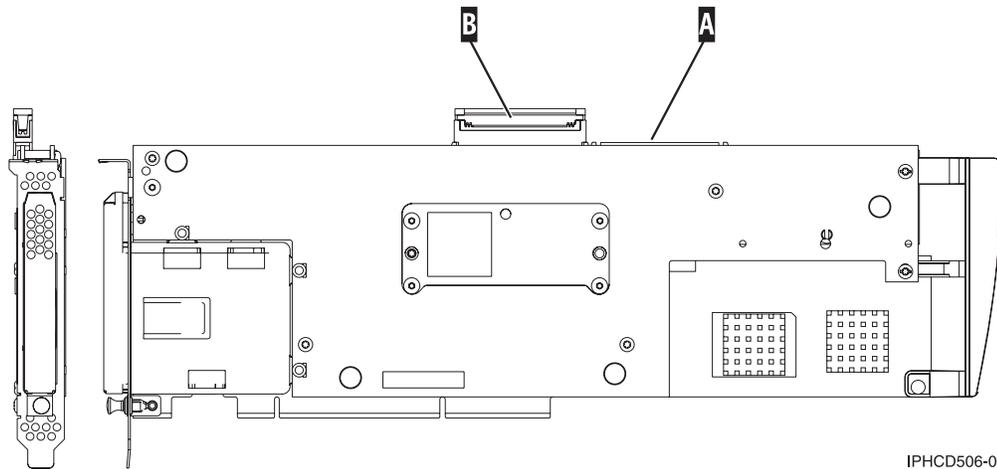

Figure 93. 5708, carte d'entrée-sortie de cache d'écriture auxiliaire
2. Connectez le câble au port SCSI A de la carte du cache d'écriture auxiliaire. Pour plus d'informations, voir la figure 93, à la page 308.